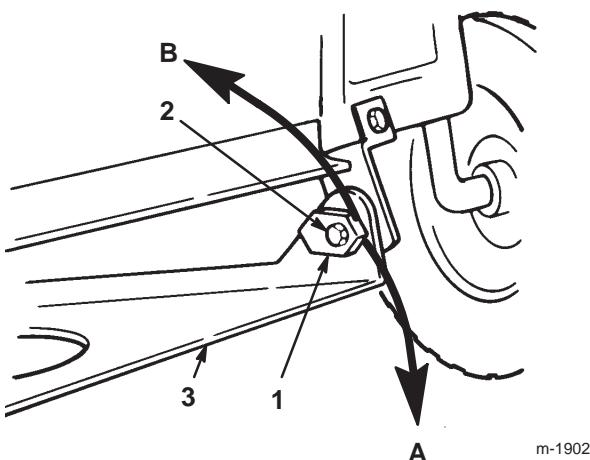

Bild 48
15. Stellen Sie die Neigung in Längsrichtung durch Drehen der Spezialneigungs-Einstellmuttern an beiden Seiten der Mähwerkbefestigungshalterung ein (Bild 48).
16. Drehen Sie die Einstellmutter für die linke Seite langsam runter, um die Vorderseite des Mähwerks anzuheben. Drehen Sie Mutter hoch, um die Vorderseite des Mähwerks abzusenken (Bild 48). Drehen Sie die Neigungseinstellmutter soweit, bis die Vorderseite des Mähwerks 6 bis 16 mm tiefer steht als die Rückseite.